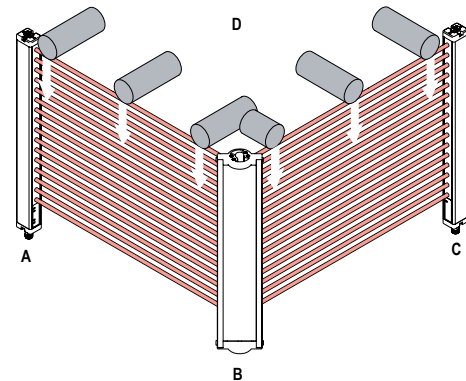

Abbildung 24. Detektionsfunktionstest mit Umlenkspiegel
5. Wenn Spiegel verwendet werden: Testen Sie das Schutzfeld in jedem Abschnitt des Erfassungswegs (z. B. vom Sender zum Spiegel, zwischen Spiegel und Empfänger, Abbildung 24. Detektionsfunktionstest mit Umlenkspiegel auf Seite 57).